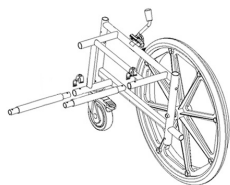

Fig.1
- Colocar los tubos de fijación sobre el bastidor, lado izquierdo o derecho, alinear los orificios e introducir los C-clip como muestra la Fig.1;